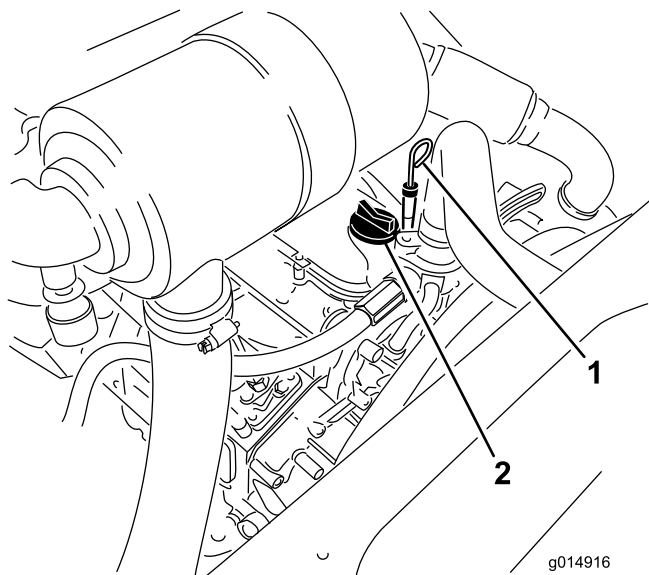

図 36
3. デイップスティックを抜き取り、付いているオイルをウェスで拭きとってもう一度差し込む(図 36)。
5. オイルの量が不足している場合は、補給キャップ (図 36) を取り、Full 位置までオイルを補給する。